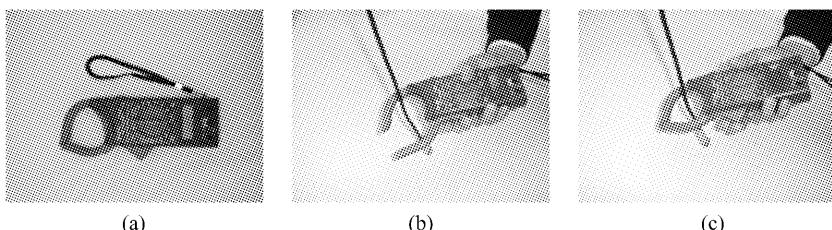

图 1-18 钳形电流表
钳形电流表可以在不中断负载运行的条件下测量低压线路中的交流电流。它与普通电流表的区别在于不用断开被测导线即可测量其中的电流。钳形电流表见图 1-18(a)、(b)、(c)。
(1) 表的量程和精度应满足测试的需要。
(2) 测试时应戴绝缘手套或干燥线手套。
(3) 挡位的选择: 若已知被测电流的大概数值可以选择大于并接近被测值的一个挡位; 若不知电流数值的大小时, 可以选择钳形表的最高挡或根据被测导线的截面积来估算其电流的大小, 选择适当的挡位。
(4) 测量时用手平端钳形表, 并把钳口张开, 将导线钳入钳口的中央部位, 见图 1-18(b)、(c)。测量单相电路的电流时, 钳入一根导线读出的是线路中电流, 钳入二根导线时应无电流指示。测量三相三线电路时, 钳入一根相线, 读出的是本相电流; 钳入二根相线, 读出的是第三根相线上的电流; 将三根相线全部钳入钳口时, 应无电流指示。在测量三相四线电路的电流时, 钳入一根相线, 读出的是本相电流; 钳入二根相线读出的是第三相线上的电流(三相电流平衡时); 钳入三根相线, 三相电流平衡时读数为零, 三相电流不平衡时, 读数为零线上电流。钳入四根导线时, 应无电流指示。
(5) 钳形电流表的最小挡为 10 A, 当测量较小电流时, 表针摆动很小, 很难读出准确数值。因此可以将被测导线在钳形铁芯上采取缠绕几匝的方法, 读出数值后, 再除以钳口内导线的匝数即为导线中的实际电流值。
(6) 测量过程中, 不得切换钳形表的挡位。
(7) 测量中不得触及其他带电设备的任何部分, 以防发生短路或接地现象。
(8) 观察钳形表的读数时, 要特别注意头部和身体其他部位与带电设备保持规定的安全距离。
(9) 测量完毕, 应将钳形表的挡位旋钮放在最大挡, 并将表置在干燥、防震场所保管。